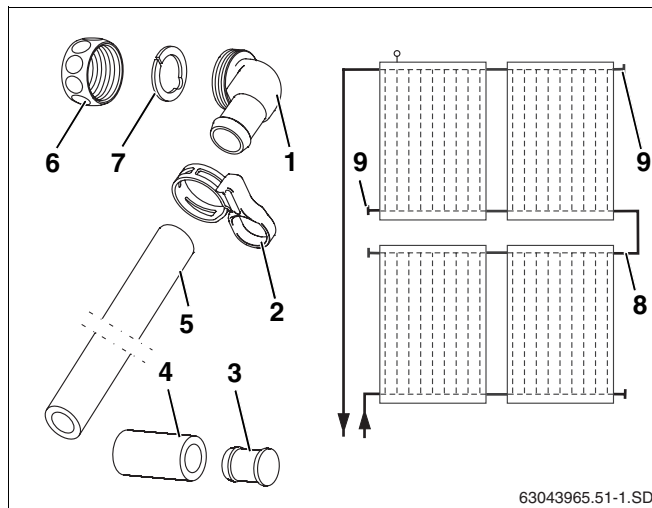

Fig. 39 Représentation schématique et contenu de livraison
Le kit de raccordement (fig. 39, **pos. 8**) qui assure la connexion de deux rangées de capteurs est disponible comme accessoire. Les sorties supplémentaires non utilisées sont obturées à l'aide de bouchons pleins (fig. 39, **pos. 9**).
### Contenu de livraison (fig. 39)